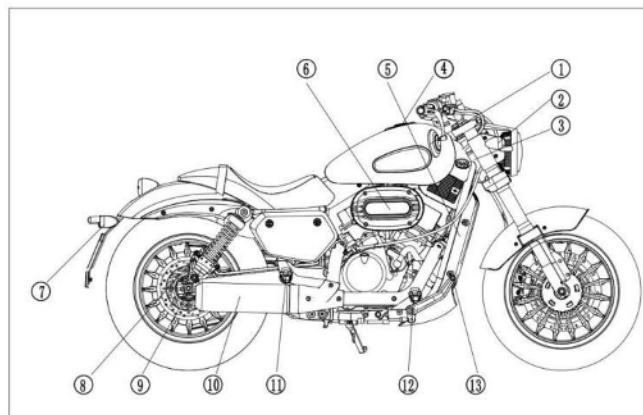
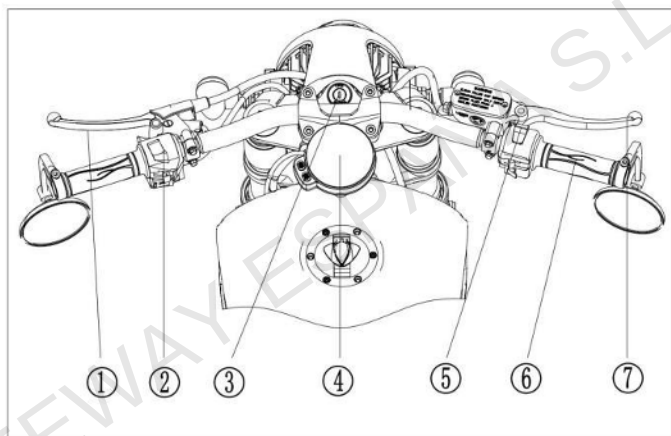

Fig.2
Fig.3
2. (Fig.2)
- ①Espejo retrovisor derecho
- ②Luz intermitente delantera derecha
- ③VIN
- ④Tapa del depósito
- ⑤Placa de identificación
- ⑥Filtro de aire
- ⑦Luz intermitente trasera derecha
- ⑧Pinza de frenos trasera
- ⑨Suspensión trasera
- ⑩Silenciador de escape
- ⑪Pedal trasero derecho
- ⑫Pedal delantero derecho
- ⑬Pedal de freno
3. (Fig.3)
- ①Maneta de embrague
- ②Combinación de interruptores izquierda
- ③Llave de contacto
- ④ Panel de instrumentos
- ⑤ Combinación de interruptores derecha
- ⑥ Puño del acelerador
- ⑦ Maneta del freno delantero